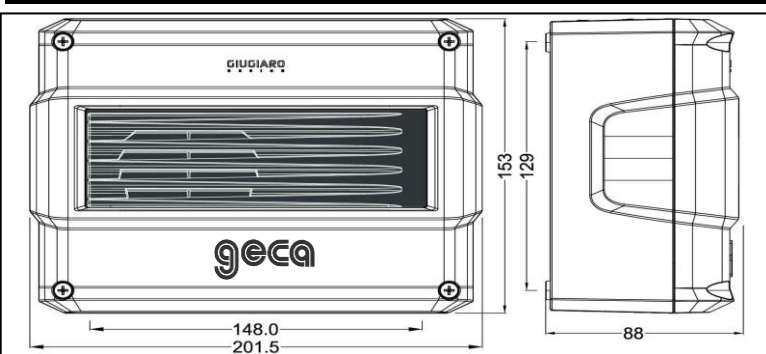

Fig. 1 - Dimensioni / Size / Dimensions
**Montaggio:** In **Fig. 1** sono indicate le dimensioni della **SE301A** che va montata a parete con 4 tasselli e viti in dotazione. Se installata all'esterno del locale, va protetta sia dalla pioggia sia dall'irraggiamento diretto del sole.
**Mounting:** The **Fig. 1** shows the instrument size. It has to be wall mounted with 4 wall plugs and screws supplied. If installed outdoors, it must be protected from rain and from direct sunlight.
**Fixation:** En **figure 1** sont indiquées les dimensions de la **SE301A**. La fixation s'effectue par des 4 vis et chevilles. Si elle est installée en extérieur elle doit être protégée de la pluie et du soleil.